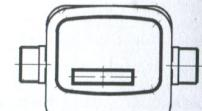
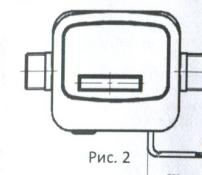

Рис. 1
Рис. 2
- без импульсного выхода и с импульсным выходом (рис. 1 и рис. 2).